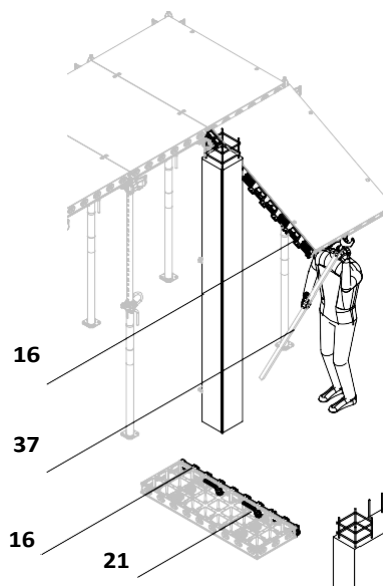

Fig. D3.06
#### 3. Монтирайте реброто за вложка 18 DFS (16) на дългата страна на елемента с 2 съединителя DUO (21). (Fig. D3.06)
#### 4. Закачете елемента на пряко на опорните глави DFH. Реброто за вложка трябва да е обърнато към колоната. Повдигнете елемента с кофражната вилица DUO (37) и го закачете на нея. (Fig. D3.06)